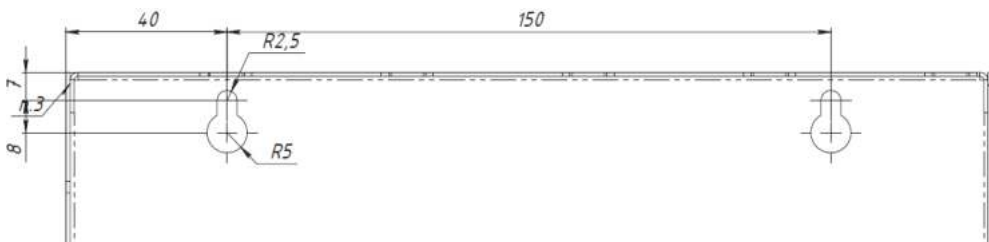

Рисунок 2 - Установочный чертёж модуля
- Открутите винт, фиксирующий переднюю крышку модуля. Откройте переднюю крышку. Просверлите в стене два отверстия. В отверстия вкрутите шурупы и подвесьте на них модуль. Установку модуля на стену производите, ориентируясь по чертежу - Рисунок 2.
- Подключите провода от устройства доступа к соответствующим контактам на плате управления модуля (Рисунок 2).